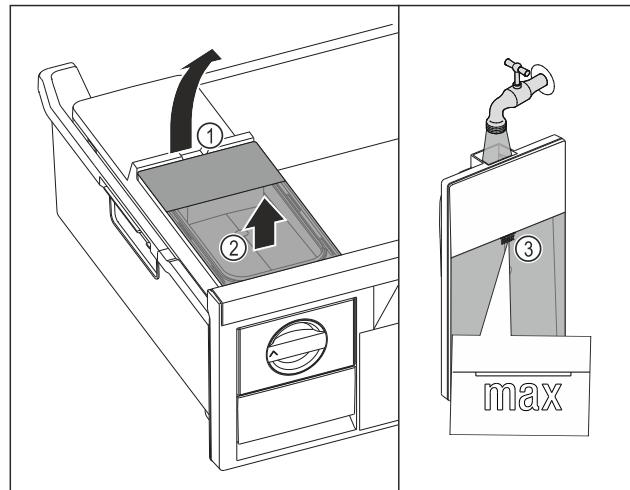

Fig. 42
- Підняти бак для води за заглиблення Fig. 42 (1).
- Вийняти бак для води рухом вгору. Fig. 42 (2)
- Наповнити бак для води питною водою до позначки Fig. 42 (3).